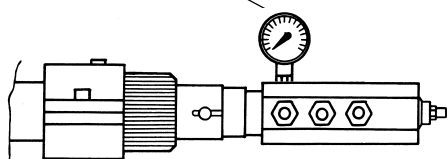

Рис. 14
- 10 Давление питания форсунки уже отрегулировано заранее на заводе-изготовителе и не должно изменяться. Только в случае необходимости, отрегулировать давление питания (см. соответствующий параграф) следующим образом: установить манометр в положение, указанное на Рис. 14, воздействовать на регулировочный винт **VR** насоса (см. Рис. 13) до получения на форсунке давления в 25 бар (форсунки Fluidics/Bergonzo - см. график на стр.21-22);